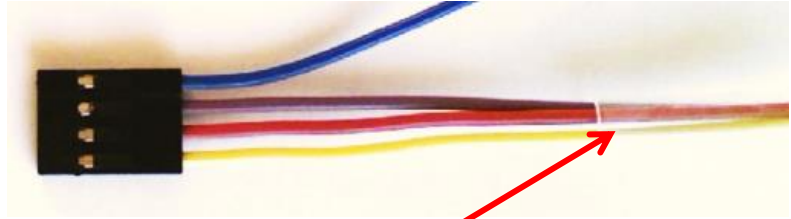

Abbildung 6
- Bereiten Sie einen 4-poligen "Dupont" Stecker (weiblich) mit 15cm langen Drähten vor (siehe in Abbildung 6). [Bauteil 12, Bauteil 13, Bauteil 17].
- Stellen Sie noch ein zweites, 15cm langes 3-poliges, Dupont-Kabel wie in Abbildung 6 her bei dem jedoch Pin 4 leer bleibt.